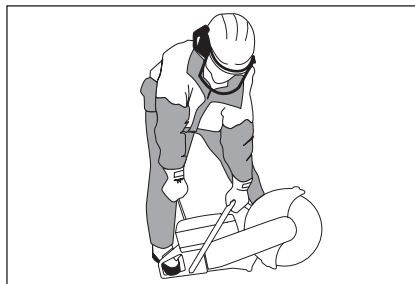

Рис. 12
5. Возьмитесь за переднюю рукоятку левой рукой. Поставьте правую ногу на нижнюю часть задней рукоятки, прижимая машину к земле. Потяните за ручку стартера правой рукой, пока двигатель не запустится (рис. 12). Никогда не наматывайте пусковой шнур вокруг руки.